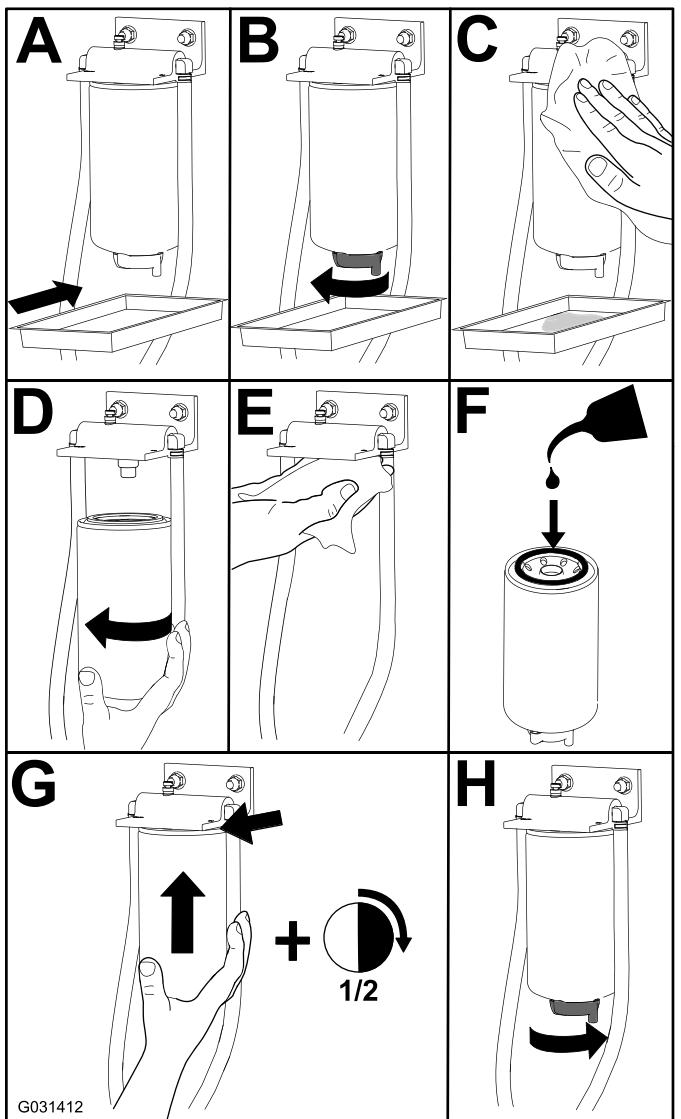

Figura 54
- Sustituya el filtro tal y como se muestra en la Figura 54.